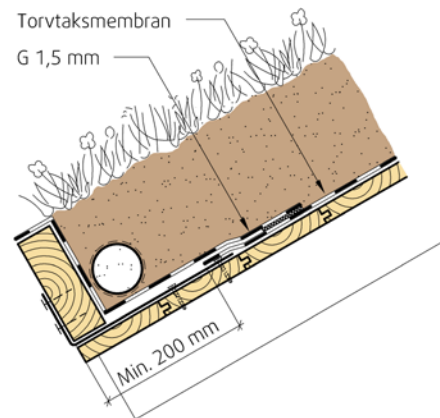

Fig. 3
- Over torvhaldstokk (ved innvendig renne – se fig 3)
Ved bruk av innvendig renne langs torvhaldstokken avsluttes torvtaksmembranen også ved torvhaldskrok. Avstand fra knekkpunkt i forkantbeslag eller fra ytterkant torvhaldskrok og opp til Torvtaksmembran, må være minst 200 mm, på grunn av filt (se fig. 3). Torvtaksmembranen festes mekanisk med skruer og skiver. Takflaten ned mot torvhaldstokken og alle sidene på torvhaldstokken som ligger mot torv tekkes med Protan G. Således dannes det en renne mellom takflaten og torvhaldstokken. Drenering av innvendig renne til taknedløp sikres med dreinsør.